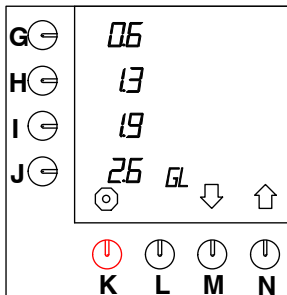

Fig. 29 Justering af de forprogrammerede valgknapper for gallons
- Tryk på valgknappen (N.)↑, indtil fig. 29 vises i displayet.